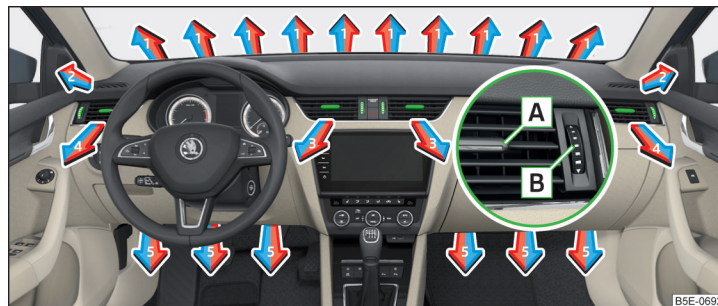
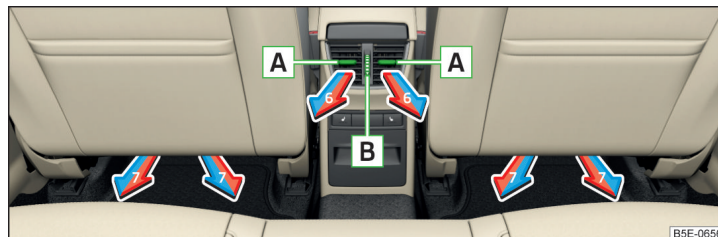

Abb. 157 Luftaustrittsdüsen vorn
Abb. 158 Luftaustrittsdüsen hinten
Bei den Luftaustrittsdüsen **3, 4** » Abb. 157 und **6** » Abb. 158 kann die Luftströmungsrichtung geändert und die Düsen können auch einzeln geöffnet und geschlossen werden.
Die Einstellung der Luftstromrichtung erfolgt durch das Verschieben des Verstellelements **A** » Abb. 157 bzw. » Abb. 158 in gewünschter Richtung.
- › Zum **Öffnen** den Regler **B** » Abb. 157 bzw. » Abb. 158 nach oben drehen.
- › Zum **Schließen** den Regler **B** » Abb. 157 bzw. » Abb. 158 nach unten drehen.
Richtung des Luftaustritts einstellen	Luftaustrittsdüsen » Abb. 157 und » Abb. 158